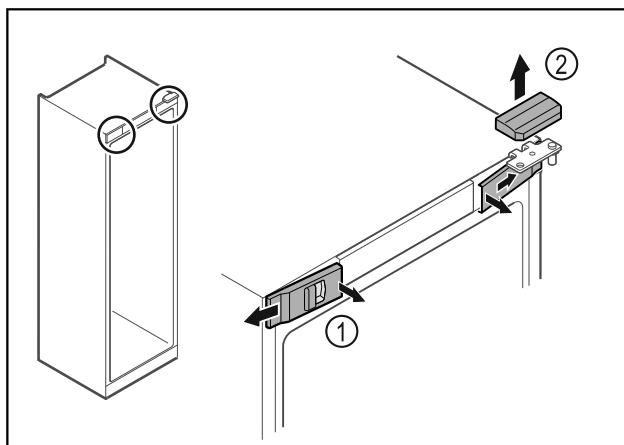

Fig. 7*
- Atbrīvojiet priekšējos pārsegus Fig. 7 (1) iekšpusē un nonemiet uz sāniem.*
- Nonemiet augšējo pārsegu Fig. 7 (2) uz augšu.*